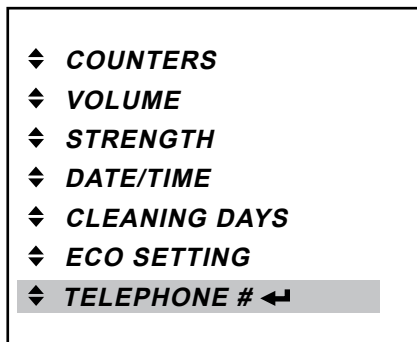

Рис. 44
- Нажать кнопку ввода ←, чтобы вызвать меню «TELEPHONE #» («№ ТЕЛЕФОНА»). (Рис. 44)